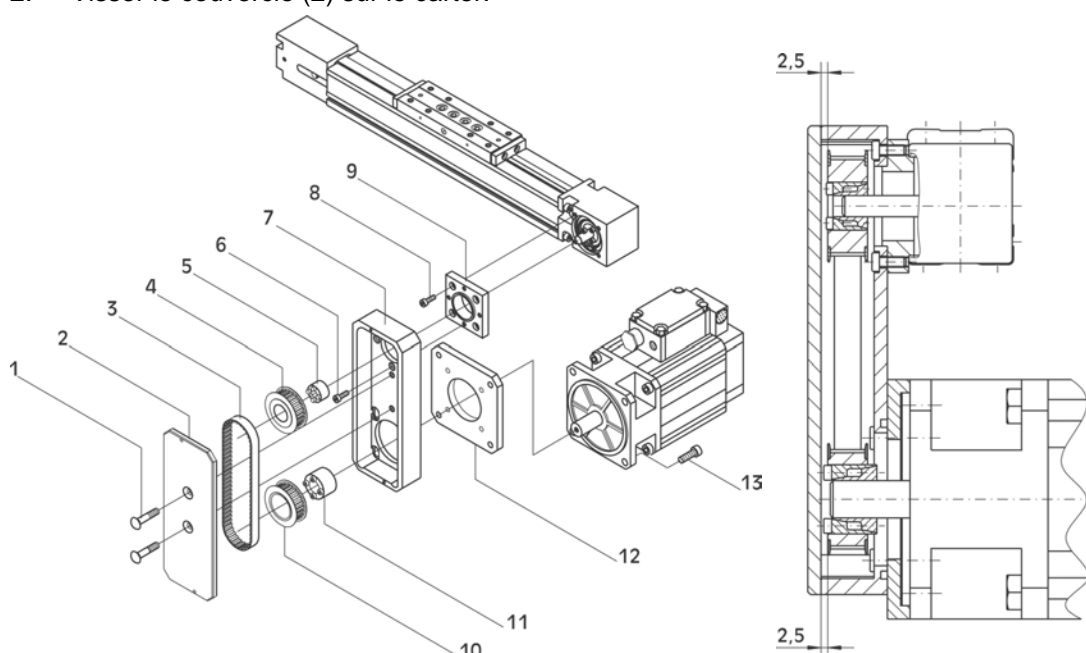

Figure 8: Transmission par courroie RT 40
1. **Figure 8**: Fixer le carter (7) avec la plaque intercalaire (9) sur le logement de palier du WH 40.
2. Emboîter le disque synchrone (4) sur le tourillon d'entraînement du WM40 avec le jeu de serrage DKWN de diamètre intérieur 8 mm (5).
3. Fixer le moteur d'entraînement avec la bride intermédiaire (12) sur le carter en ne serrant pas encore les vis à fond.
4. Emboîter le disque synchrone (10) sur l'arbre du moteur avec le jeu de serrage DKWN de diamètre intérieur 14 mm (11).
5. Faire passer la courroie crantée (3) autour des deux disques synchrones en les alignant l'un par rapport à l'autre. Fixer ensuite les disques synchrones sur le tourillon d'entraînement et l'arbre du moteur avec des jeux de serrage DKWN (voir tableau page 42 pour les couples de serrage). La distance entre le bord supérieur du carter et le disque synchrone est de 2,5 mm (voir figure 8).
1. **Figure 8**: Tendre la courroie crantée en déplaçant le moteur avec la bride intermédiaire (12).
2. Visser le couvercle (2) sur le carter.